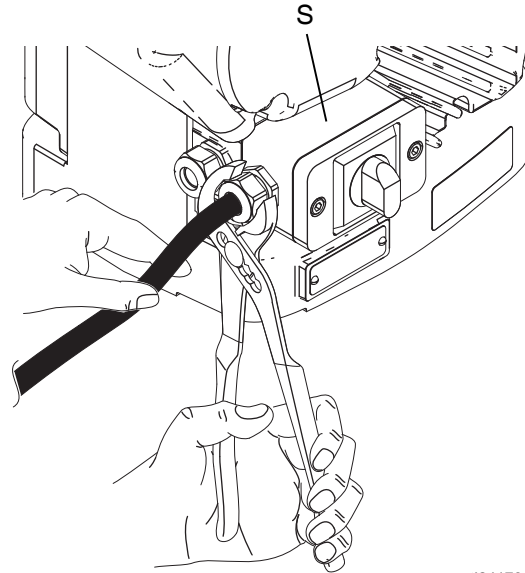

FIG. 5: Tornillos de la caja de conexiones y alivio de tensión
7. Vuelva a montar los tornillos y las arandelas de la caja de conexiones retirados en el paso 2 y apriete la brida para sujetar bien el cable de alimentación en la caja de conexiones (S). Consulte la FIG. 5.